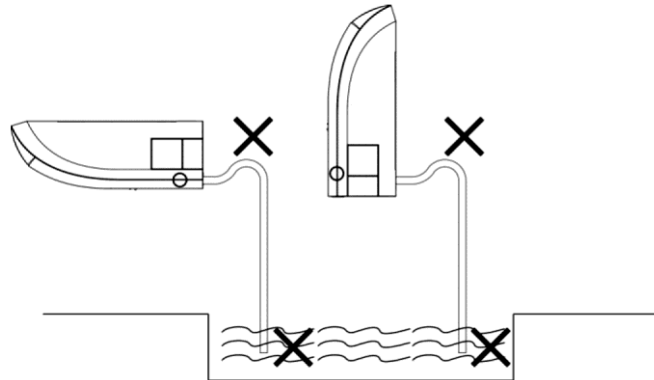

Fig. 20
4. Raccordez le flexible d'évacuation (la figure 20).